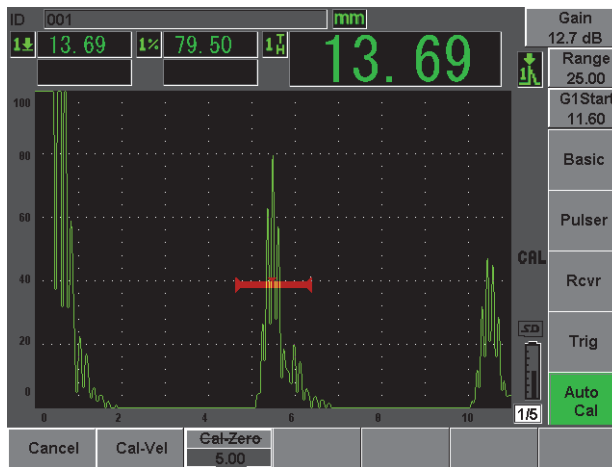

Abbildung 2-15 Blende 1 Start
11. Mit der Funktion **AUTOXX %** die Anzeige auf 80 % Bildschirmhöhe bringen (siehe Abbildung 2-15 auf Seite 46).